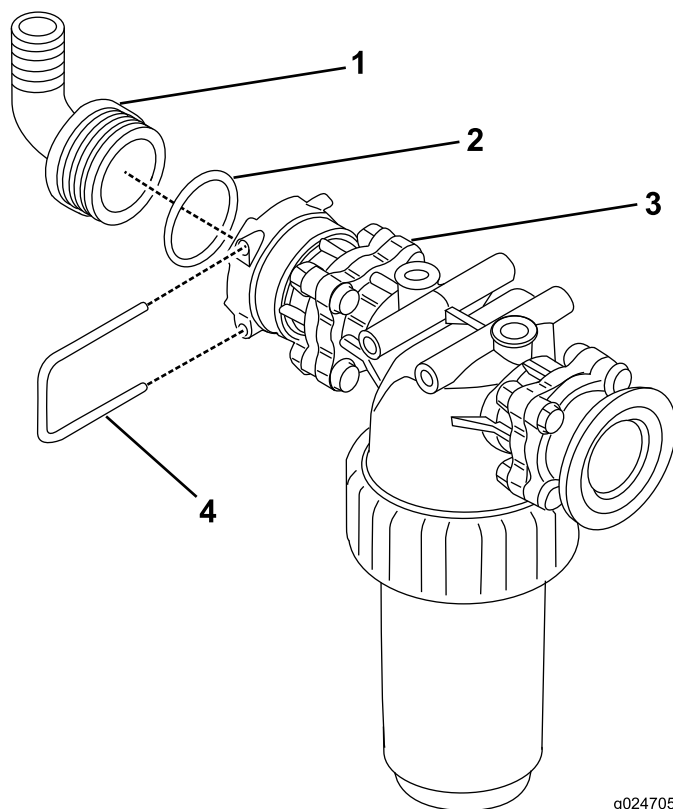

Figura 22
1. Montate il gruppo filtro di pressione (Figura 22).